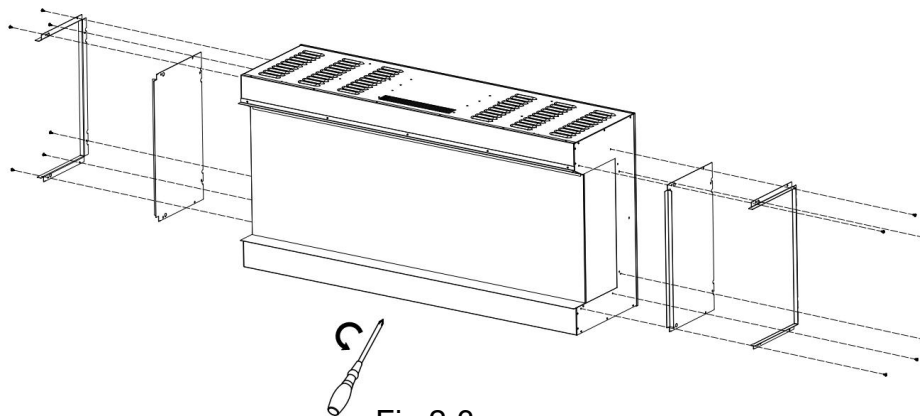

Fig.2-3
2. Zdejmij ramki i panele, jeśli chcesz oglądać ogień z trzech stron. Fig.2-3